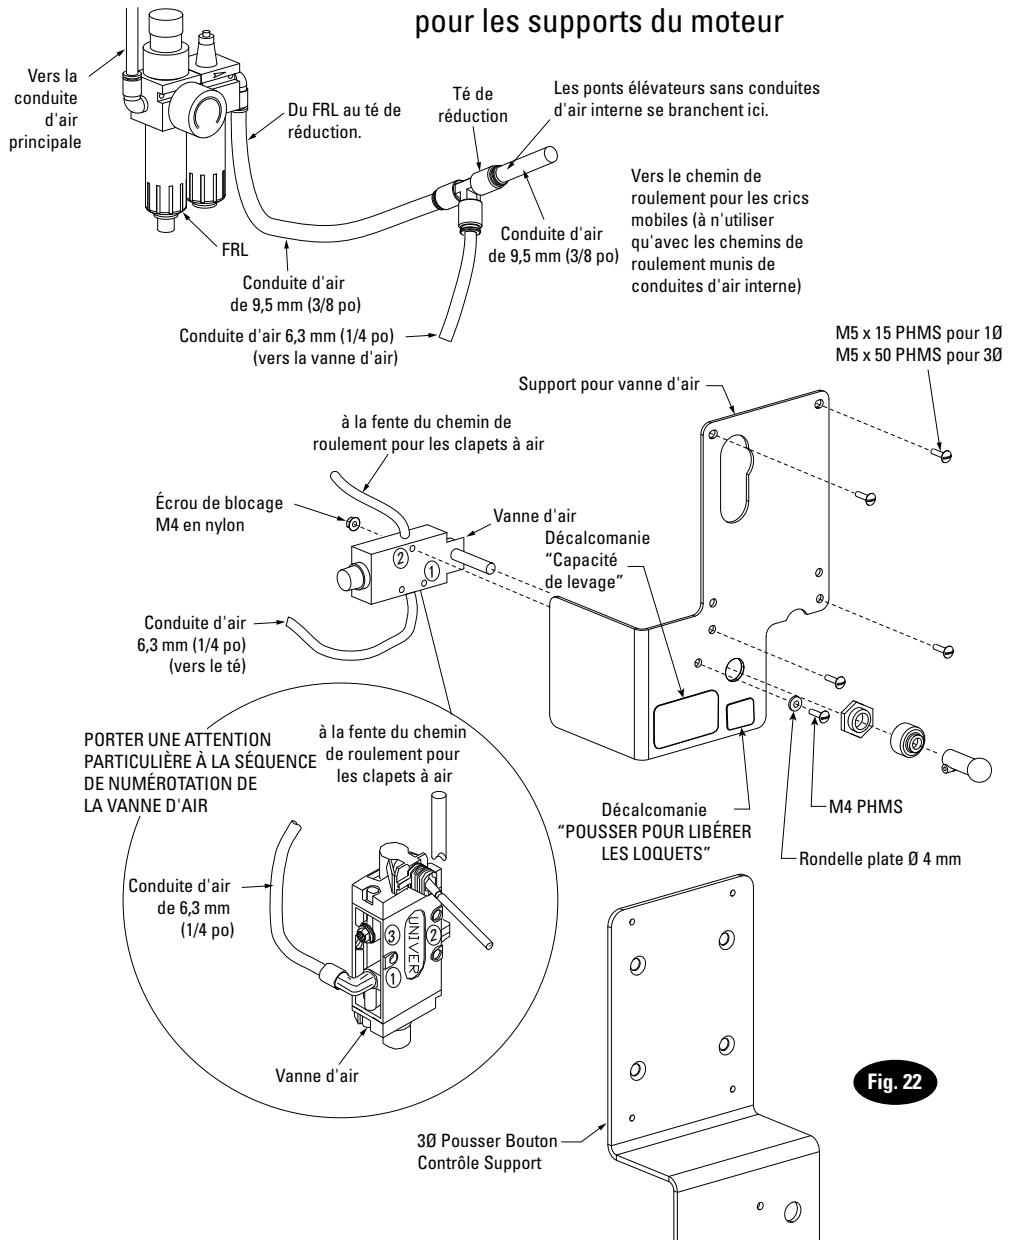
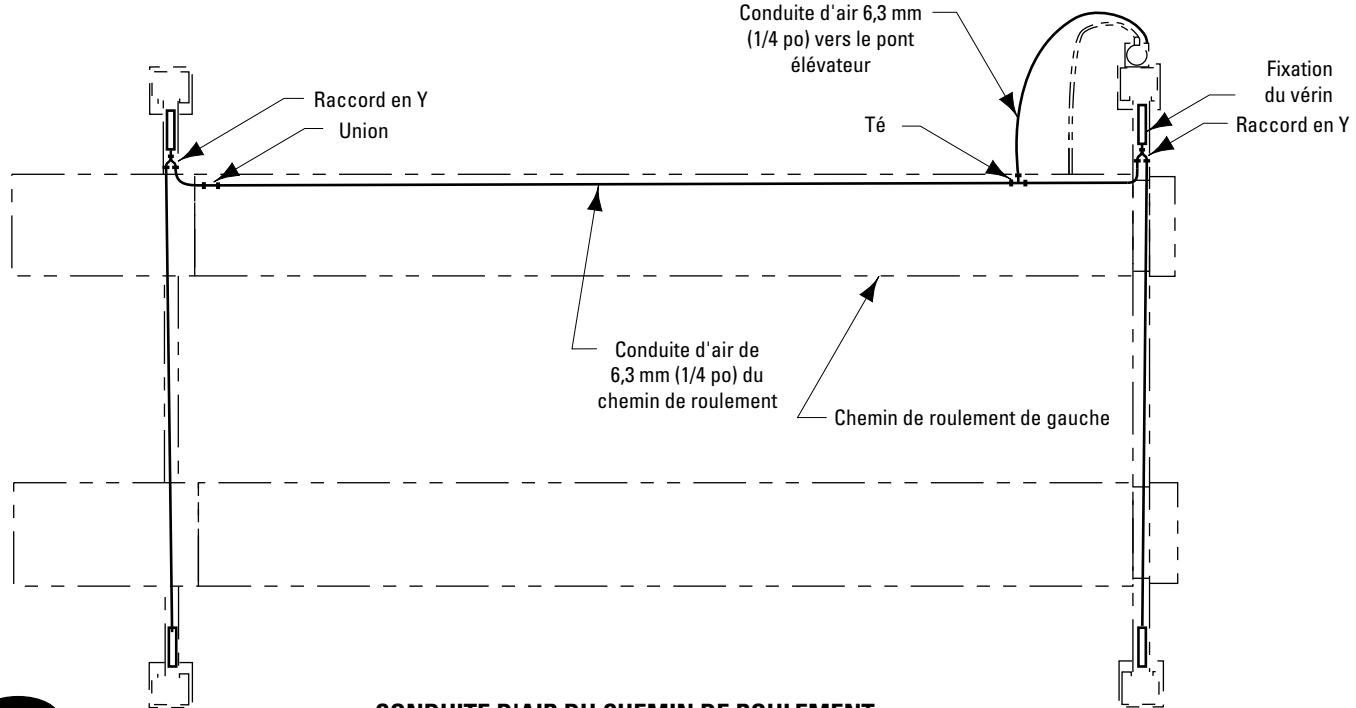

Fig. 22
Fig. 25
- D. Passer le tuyau hydraulique à partir du chemin de roulement en passant par la fente du chemin de roulement au coude, Fig. 22. NE PAS utiliser du ruban de téflon sur les raccords de tuyaux hydrauliques. Nettoyer le coude et le flexible. Inspecter tous les filets s'ils ne sont pas endommagés et les extrémités des flexibles pour s'assurer qu'ils sont sertis. Installer le flexible au coude en utilisant la procédure des raccords coniques.
- B. Installer une conduite d'air de 9,5 mm (3/8 po) entre le circuit d'air principal existant et le FRL. Installer une conduite d'air de 9,5 mm (3/8 po) du FRL au té de réduction, Fig. 22.
- C. Brancher la vanne d'air au té de réduction, Fig. 22.
- D. Brancher la vanne d'air au support à air voir la (or 3Ø Push Button Control Bracket when used) Fig. 22.
Enlever les décalcomanies d'avertissement du couvercle du moteur. Dévisser le couvercle du moteur. Poser le support de la vanne d'air sur le dessus du couvercle du moteur de sorte que l'interrupteur de levage sorte de l'ouverture du support de la vanne d'air. Visser le support de la vanne d'air et le couvercle du moteur à l'aide des (4) anciennes vis M5 x 15 PHMS du couvercle du moteur monophasé ou les vis M5 x 50 PHMS fournies pour le moteur triphasé, Fig. 22.
**F. Poser la décalcomanie NP280 ("POUSSER POUR LIBÉRER LES LOQUETS") et NP864 (CAPACITÉ DU PONT ÉLÉVATEUR) ci-jointe, sous le bouton du support de la vanne d'air, Fig. 22. Passer une conduite d'air de 6,3 mm (1/4 po) de la vanne d'air à la fente du chemin de roulement fixe. Couper la conduite d'air et poser un té, Fig. 25, 22.**
**G. Passer une conduite d'air de 6,3 mm (1/4 po) du té de l'étrier avant jusqu'à la sortie d'air sur la vanne d'air, Fig. 22, et Fig. 25.**
**H. Si le pont élévateur dispose de l'air en interne, enlever le bouchon du té de réduction et brancher une conduite spirale à l'intérieur du chemin de roulement, Fig. 22.**